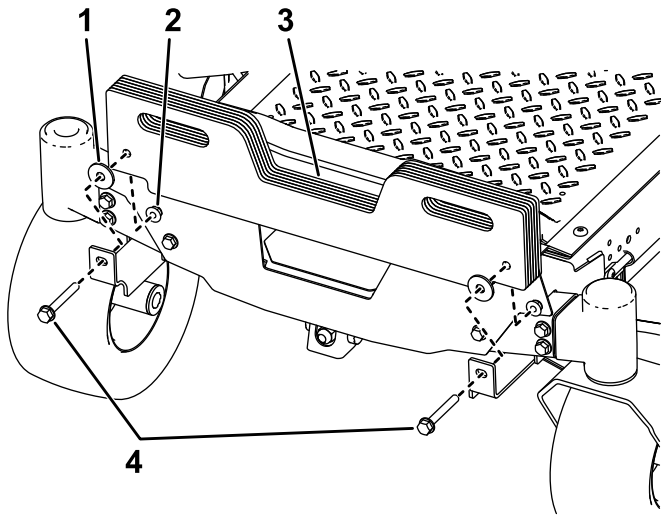

図 5
2. ウェイト用ブラケットにスーツケース型ウェイトを取り付けるボルト $\frac{5}{8}$  x  $2\frac{3}{4}$ "2本、ワッシャ2枚、ロックナット $\frac{3}{8}$ "2個で図 5 のように取り付ける。